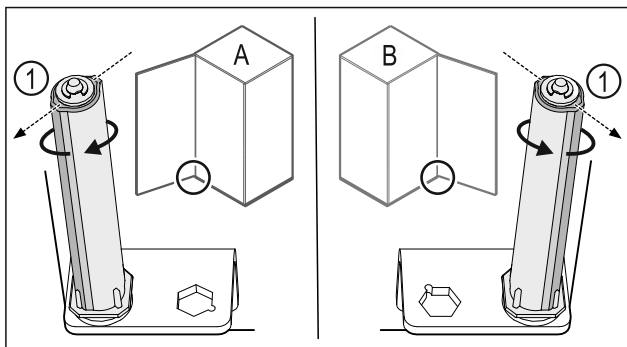

Fig. 41 Bal oldali ütköző (A) / Jobb oldali ütköző (B)
- Forgassa el a zárrendszert az ellenállással szemben, amíg a zárrendszer Fig. 41 (1) támasztója kifelé nem mutat.